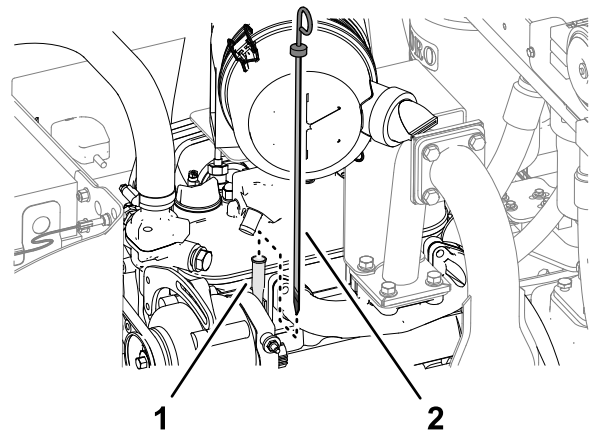

Figura 64
3. Îndepărtați joja, tergeți-o și montați-o în tub, apoi îndepărtați-o din nou. Nivelul de ulei este corect dacă se află între marcajele FULL (PLIN) și ADD (ADĂUGARE) (Figura 64).
4. Dacă nivelul uleiului este scăzut, scoateți capacul de umplere și adăugați ulei până când ajunge între marcajele FULL (PLIN) și ADD (ADĂUGARE) (Figura 64).